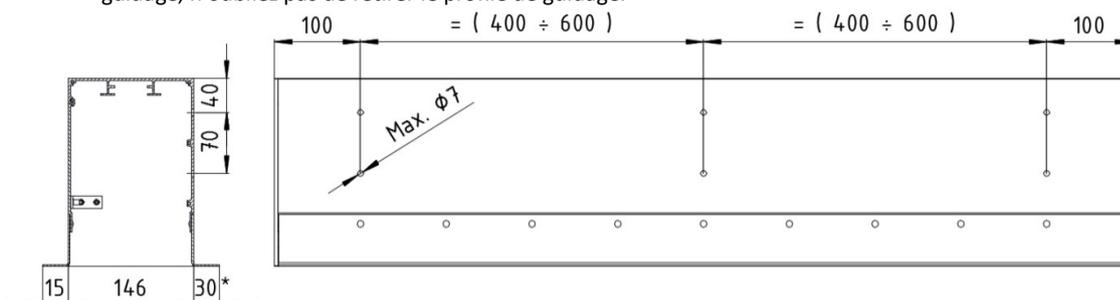

Fig. 13. Schéma des trous de montage dans le coffre encastré. \* - Dimension variable, standard 30 mm.
- Le coffre encastré est livrée sans trous de montage, les trous de montage doivent être faits par vous-mêmes comme décrit ci-dessous (Fig. 13). Un minimum de 3 trous de montage est requis pour chaque longueur de 1 m du coffre.